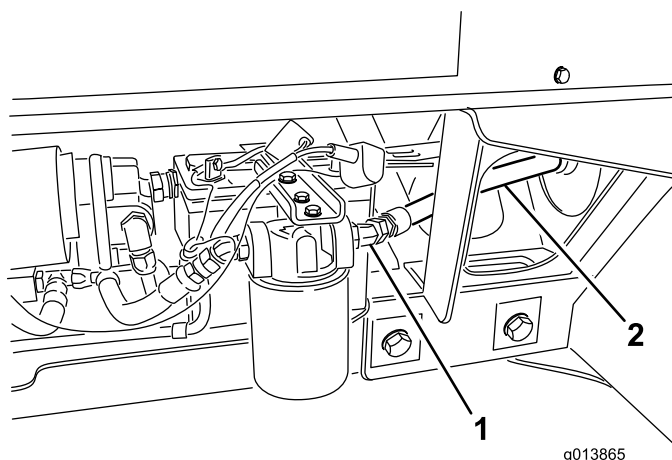

Figure 11
36. Raccordez le flexible hydraulique n° 3 à la sortie du filtre (Figure 11).